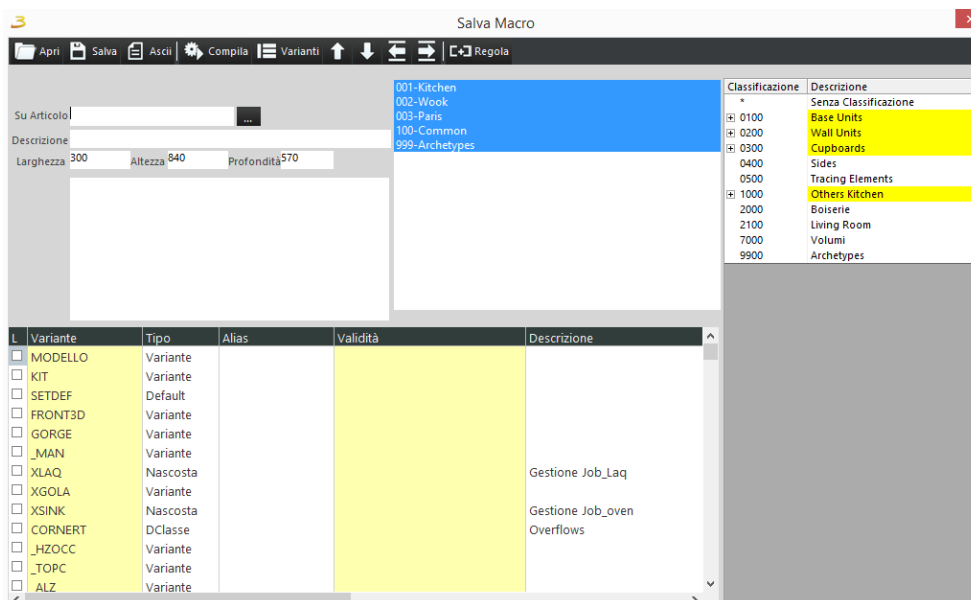

Figura 4.32: Macro regola
**MACRO REGOLA:** permette l'accesso alla regola della macro, figura 4.32;